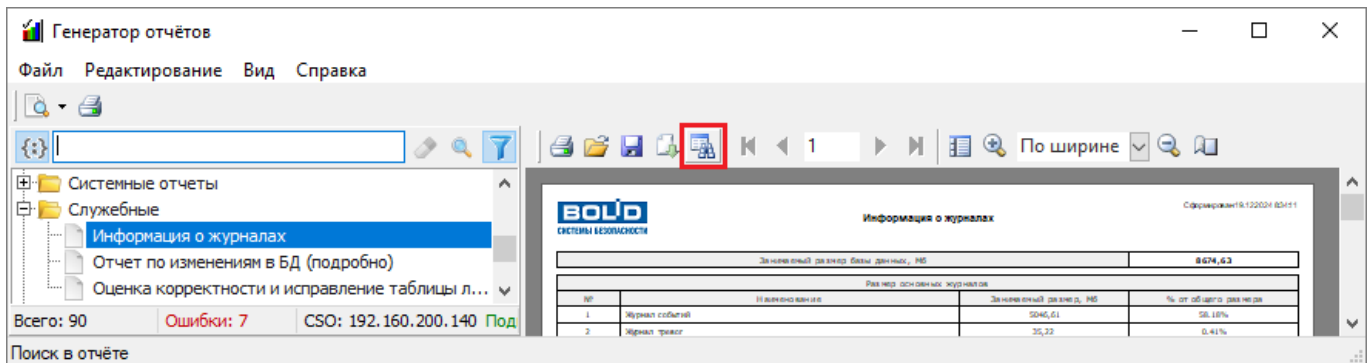

Рисунок 10-331 Инициализация поиска в отчете через панель инструментов предварительного просмотра
- нажмите на панели инструментов предварительного просмотра (см. п. 10.5.4) кнопку  «Поиск в отчете» (см. Рисунок 10-331);